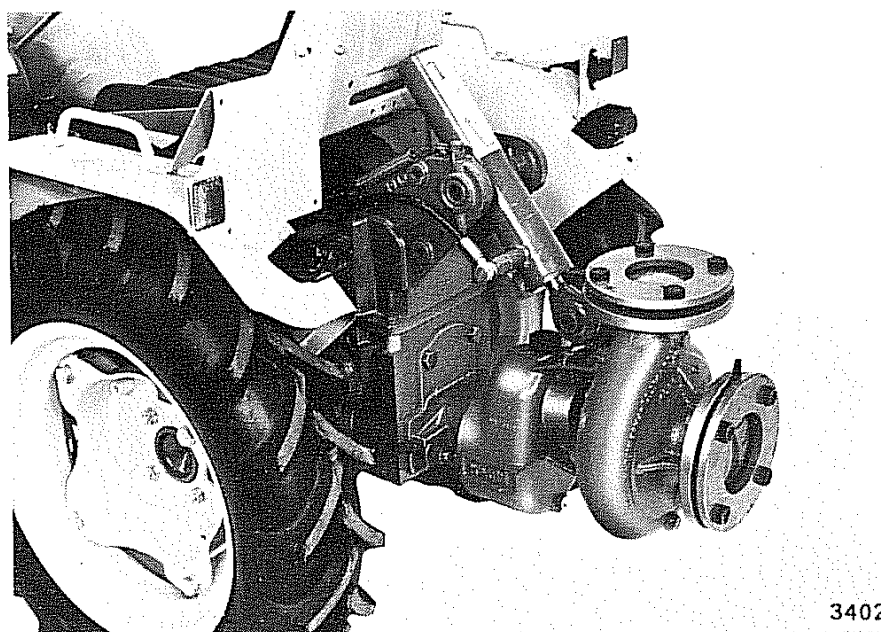

Fig. 63 - Pompa centrifuga
- Centrifuga irrigazione a scorrimento Ø 80, portata litri 700/1600, prevalenza ml. 44/13, tipo "FG80/S" (fig. 63).